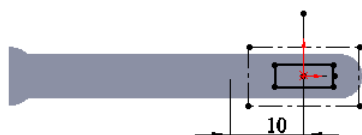

图 15.3.29 编辑草图
(4) 编辑草图，如图 15.3.29 所示。退出草图环境，完成成形特征 1 的创建。